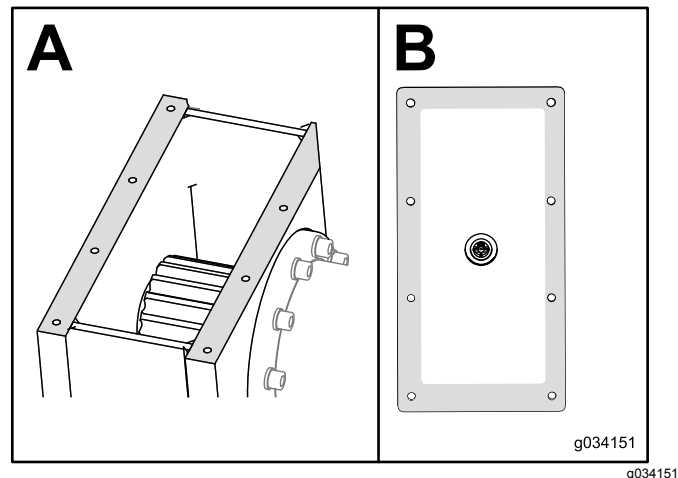

Рисунок 108
9. Очистите картер редуктора и крышку от герметика (Рисунок 108).
10. Нанесите по краю крышки новый автомобильный герметик, вулканизирующийся при комнатной температуре (RTV) (вид В на Рисунок 108).